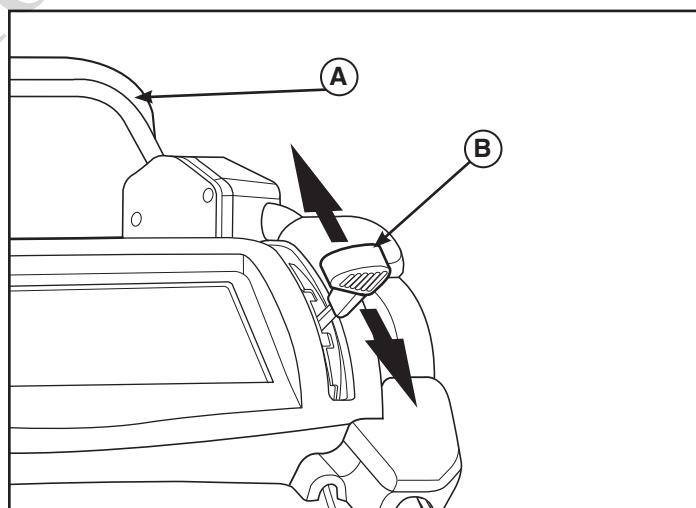

Figura 6
- Sollevare la barra di comando della trasmissione (A, Figura 6) verso l'alto, contro l'impugnatura per innestare il sistema a ruota motrice posteriore.
- Regolare il comando della velocità (B) fino alla velocità desiderata.